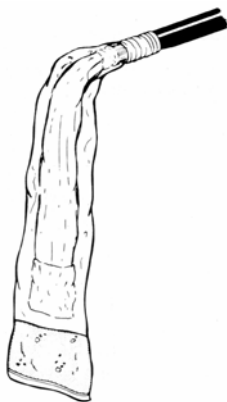

Рис. 3.6. Положение рукава и конца кабеля после смывки
3.2.8. По истечении указанного времени конец кабеля и рукав установить в вертикальное положение на 1-2 мин и дать смывке стечь в нижнюю часть рукава (рис. 3.6).